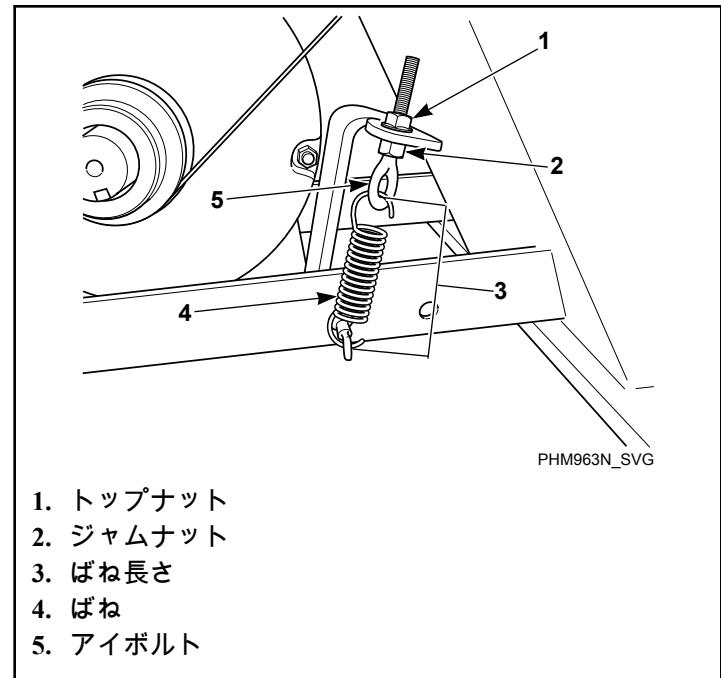

図 53
- **周波数ゲージ。** 正しい周波数(表 6 を参照)が中央で得られるまで、アイボルトのトップナットを締めます。20.6±2 ft.-lbs. で、ジャムナットをばね受け金に回転させます。図 53 を参照してください。
- **張力ゲージ。** 適切なベルトゲージ(表 6 を参照)が中央で得られるまで、アイボルトのトップナットを締めます。20.6±2 ft.-lbs. で、ジャムナットをばね受け金に締め付けます。図 53 を参照。
- **ばね長さ。** ばねがフック間の正しい距離を測定するまで、アイボルトのトップナットを締めます。表 41 を参照してください。20.6±2 ft.-lbs. で、ジャムナットをばね受け金に締め付けます。図 53 を参照してください。
- **ベルト除去中の張力維持。** 適切な張力が得られたら、ジャムナットをテープで固定し、アイボルトのトップナットを緩めてベルトを解放します。ベルトを交換し、ジャムナットの位置にアイボルトのトップナットを締め直します。図 53 を参照してください。